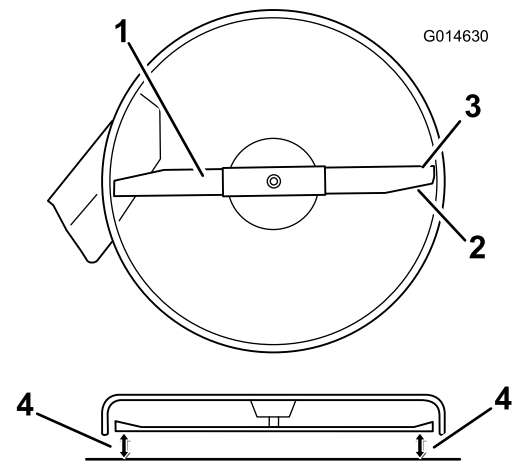

Figura 48
4. Carefully rotate the blade(s) so that they are all side to side (Figura 48).
5. Mida entre los bordes de corte exteriores y la superficie plana (Figura 48). Si hay una diferencia de más de 5 mm (3/16 pulg.) entre ambas dimensiones, se requiere un ajuste; siga con este procedimiento.